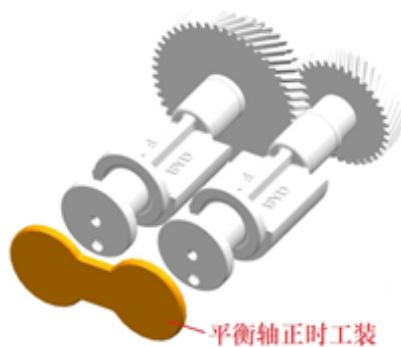

图 13.3
- 4、用平衡轴正时工装（见附表 A）将主、从平衡轴定位在正时位置，如下图 13.3 所示。